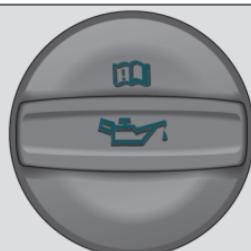

Fig. 216 Tapón de la boca de llenado de aceite del motor en el vano motor.
- Desenrosque el tapón de la boca de llenado de aceite del motor »» **fig. 216**.